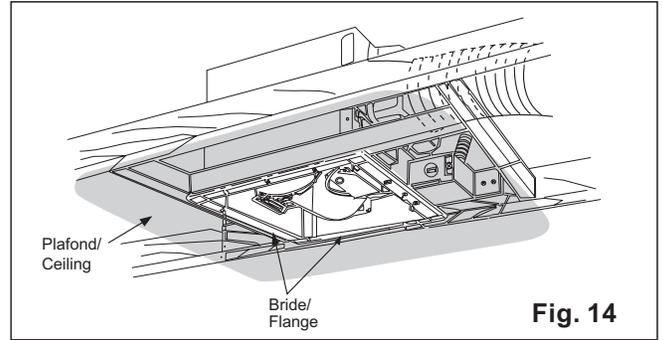

Fig. 14
6. Parachever les travaux au plafond. Le trou dans le plafond doit être aligné avec le bord de la bride (voir Fig.14).
6. Finish ceiling work. Ceiling hole should be aligned with the edge of the flange. (Fig. 14)